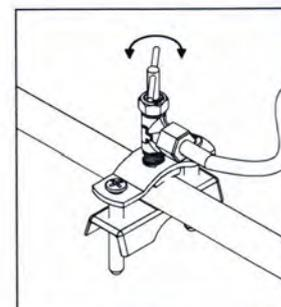

FIGURE 4
- Используя суппорт клапана, проколите водопроводную трубу (рис.4).